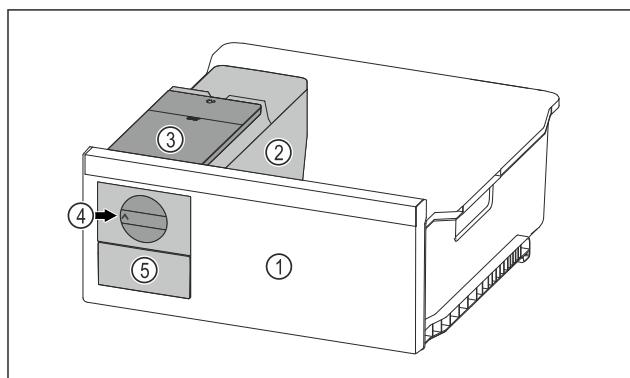

Fig. 120 Примерное изображение
- Поверните поворотную кнопку Fig. 120 (4) по часовой стрелке до упора.
- Кубики льда упадут из ванночки для кубиков льда в выдвижной ящик для кубиков льда Fig. 120 (5). Если не все кубики льда извлекаются из ванночки для кубиков льда: